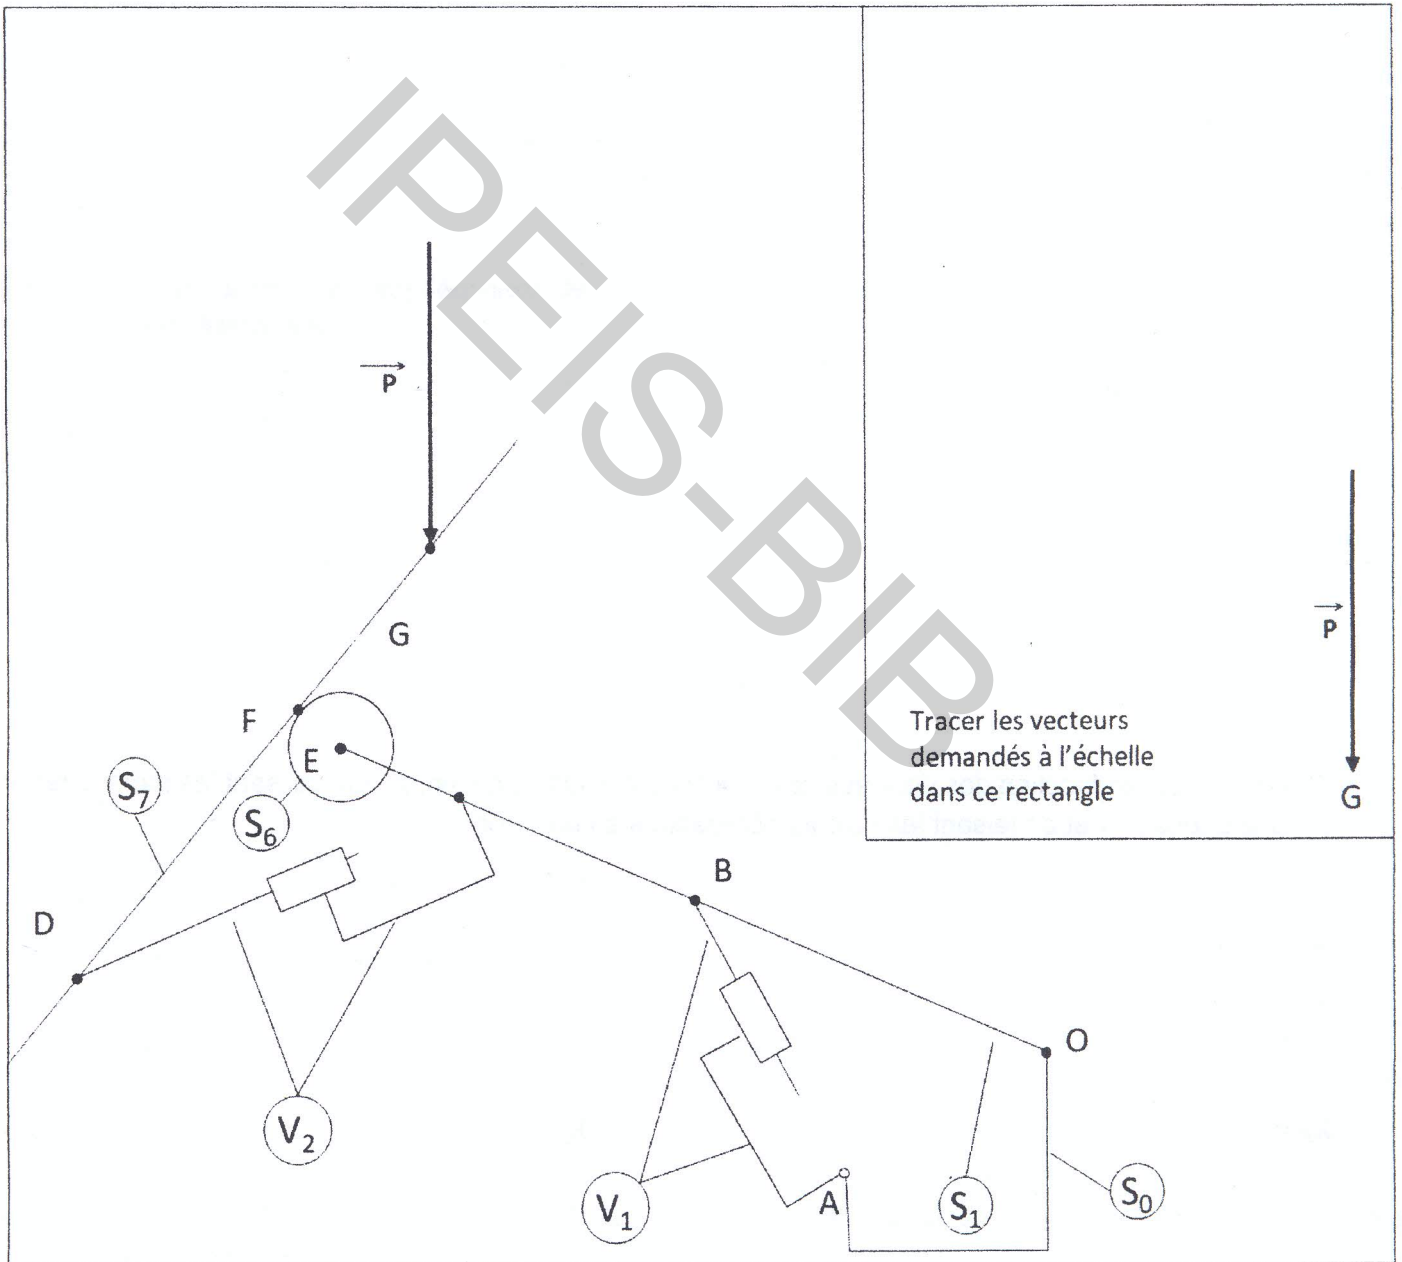

Figure 3
8) Sachant que le poids du patient est égal à 800 N et en utilisant la figure 3 et l'échelle 1cm→200 N. Déterminer, en expliquant brièvement votre démarche) les normes des réactions en O, B et en suite en A. [indice : on pourrait considérer l'équilibre de l'ensemble $\{S_1, S_6, S_7, V_2\}$]